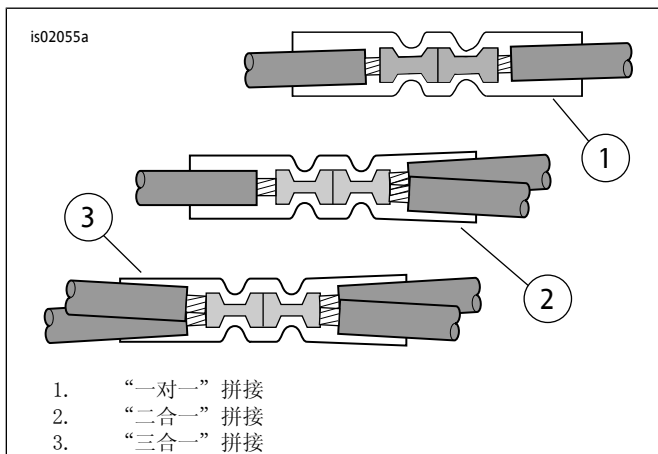
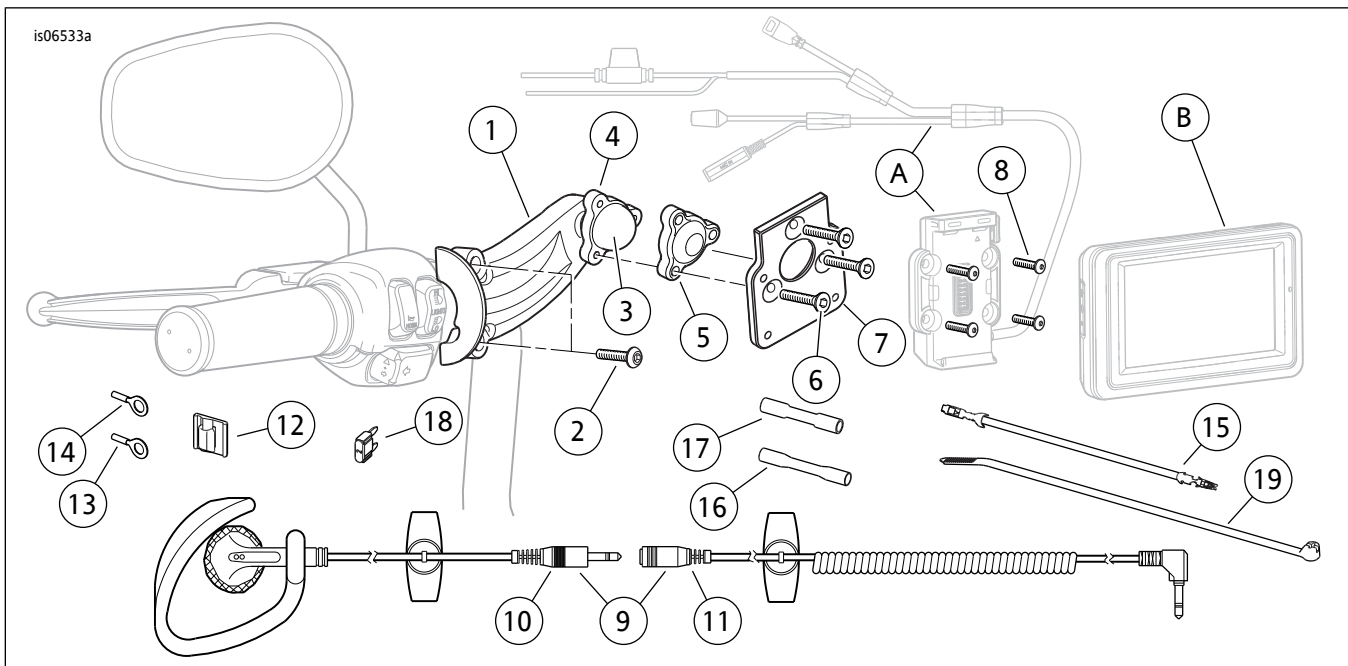

图6。拼接配置
图16。维修零件，RoadTech Zumo 660和Zumo 665 GPS把手底架套件
4. 参见图16。从套件中取出蓝色密封拼接连接器( 17 )。参见图 6。“二合一”拼接配置。遵循维修手册附录中的说明, 将Zumo线束中的电源线拼接到主线束橙色/白色电线。
6. 参见图16。从套件中取出蓝色密封拼接连接器（17）。参见图6。，“一对一”拼接配置。遵循维修手册附录中的说明，将Zumo线束中的电源线拼接接到适配线。
3. 参见图16。从套件中取出蓝色密封拼接连接器（17）。参见图6。，“二合一”拼接配置。遵循维修手册附录中的说明，将Zumo线束中的电源线拼接接到切断的橙色/白色电线。
- 参见图16。从套件中取出蓝色密封拼接连接器(17)。参见图6: 搭欢碰糕拼接配置。遵循维修手册附录中的说明, 将Zumo线束中的电源线拼接接到适配线。
- 参见图16。从套件中取出蓝色密封拼接连接器(17)。参见图6: 搜臙碰糕拼接配置。遵循维修手册附录中的说明, 将Zumo线束中的电源线拼接接到主线束橙色/白色电线。
- 参见图16。将Zumo线束中橙色/白色电线的多余部分剪掉。使用套件中的蓝色密封拼接连接器（17），将橙色/白色电线拼接到步骤4中安装的适配器电线上。
- 此电气连接线束最多可拼接三个附件。对于多导线拼接配置参见图6。
3. 参见图16。从套件中取出蓝色密封拼接连接器(17)。参见图6。“二合一”拼接配置。遵循维修手册附录中的说明,将Zumo线束中的电源线拼接到主线束橙色/白色电线。